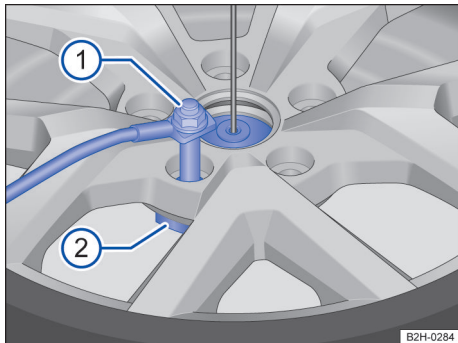

Fig. 188 Roda sobressalente ou roda de emergência: soltar o parafuso de segurança.
Legenda para Fig. 188:
- Gire o parafuso de segurança com a chave da roda no sentido anti-horário e tire-o do suporte do aro → Fig. 188 ①.
- Girar o parafuso de segurança → Fig. 188 ⓘ no sentido horário no suporte do aro.